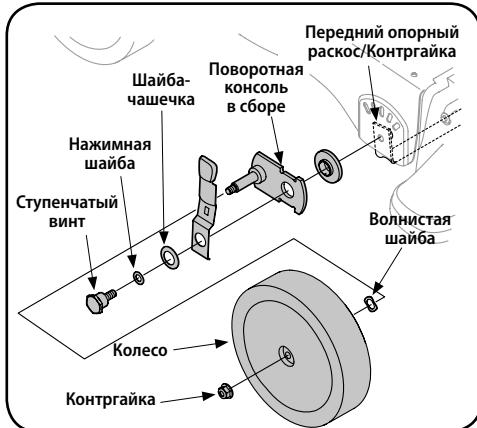

Рисунок 7-8
- 9 Отсоедините фланцевые контргайки, передние колеса и волнистые шайбы, прикрепленные к поворотным консолям в сборе. См. рисунок 7-8.